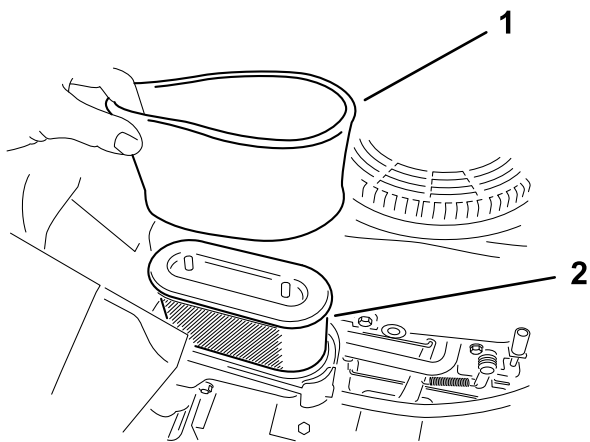

Figura 37
5. Rimuovete con cautela gli elementi del filtro in schiuma sintetica e di carta dal vano del filtro dell'aria (Figura 37).
**Nota:** Se è molto sporco, sostituite l'elemento di carta (Figura 37).
1. Installate il filtro di schiuma sul filtro di carta (Figura 37).